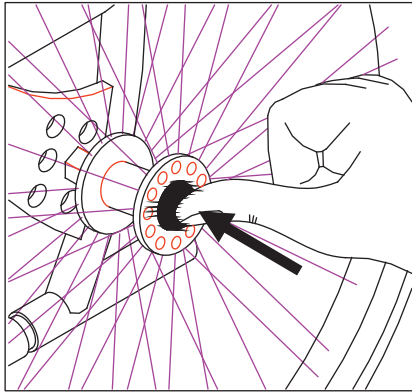

fig. 1
- spingere il pulsante a scorrimento al centro del mozzo (fig. 1);